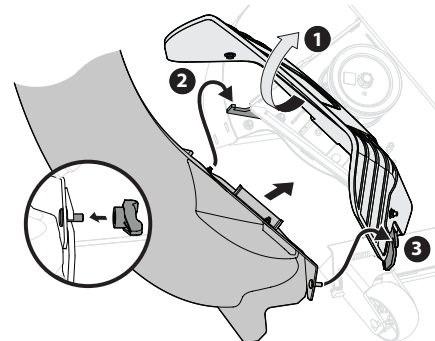

Figure 20
2. Soulevez le déflecteur d'éjection et retenez-le (1), installez le coude de la goutte (819-011280) en insérant la languette située en haut à l'arrière droite du plateau de coupe, dans le trou du coude de la goutte (2), comme indiqué dans la Figure 20.
3. Soulevez le coude de la goutte vers l'avant et glissez-le sous le déflecteur d'éjection relevé à l'étape 2, jusqu'à ce que le goujon du coude de la goutte s'aligne avec la fente du plateau de coupe. Voir (3) dans la Figure 20.
- Fixez le coude de la goulotte sur le plateau de coupe avec l'écrou papillon (720-04122) fourni dans le kit de quincaillerie (689-02619). Voir l'encadré de la Figure 20.